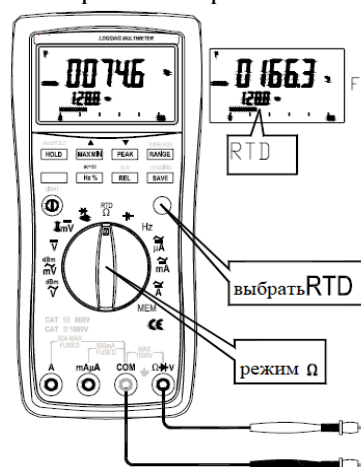

Рис. 17 Измерение термосопротивления/ RTD (Pt100)
3. Подключите щупы проводов к тестируемому RTD (рис.17).